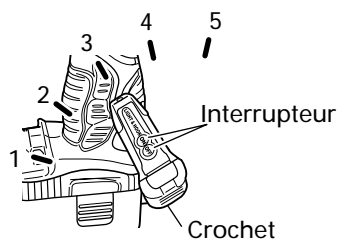

Fig. 9
(2) Il est possible de régler la direction de la lampe dans la plage des positions 1 à 5 du crochet. (Fig. 9)